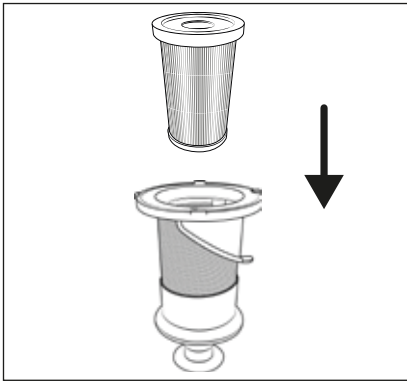

Rys. 21
- 6) Włóż filtr ze stali nierdzewnej **5** do pojemnika na pył **6** i dociśnij go do końca w dół (patrz rys. 21). Zwróć przy tym uwagę na różne rozmiary zaczepów na filtrze ze stali nierdzewnej **5**. Filtr ze stali nierdzewnej **5** może być dzięki tym zaczepom włożony do pojemnika na pył **6** tylko w jednej pozycji.